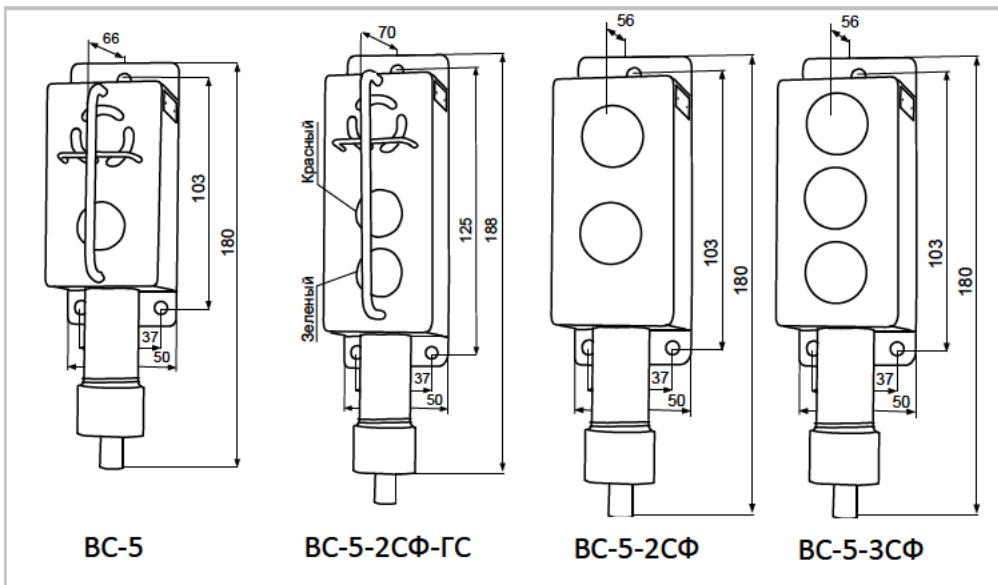
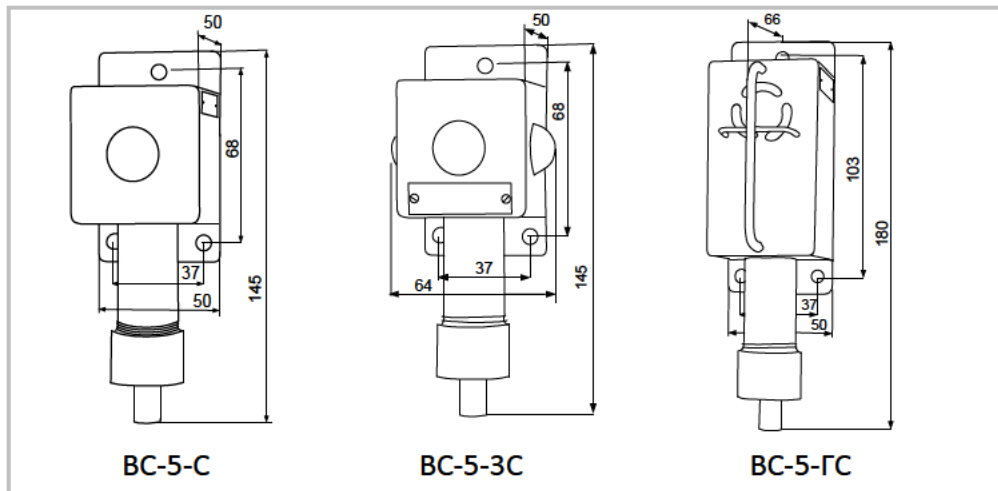

Рисунок 1 - Внешний вид, габаритные и установочные размеры сигнализаторов ВС-5, ВС-5-2СФ-ГС, ВС-5-2СФ, ВС-5-3СФ.
Рисунок 2 - Внешний вид, габаритные и установочные размеры сигнализаторов ВС-5-С, ВС-5-3С, ВС-5-ГС.
7.1.1 Сигнализатор (рис. 1, рис. 2) состоит из корпуса, выполненного из алюминиевого сплава, с кабельным вводом внизу. В корпусе размещены печатные платы с элементами схемы. Герметичность корпуса обеспечивается заливкой эпоксидным компаундом и резиновым уплотнением в кабельном вводе.